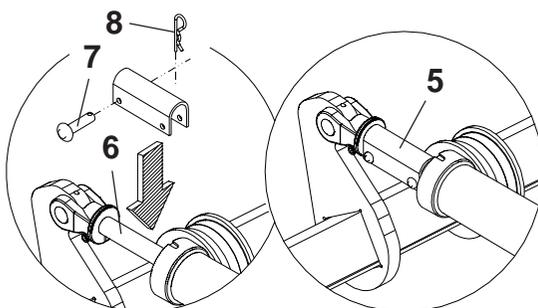

FIGURA 23
3 - Em seguida levante as linhas através do acionamento total do curso do cilindro hidráulico e coloque a trava (5) na haste do cilindro (6) travando com o pino (7) e trava (8), conforme mostra a figura 23.